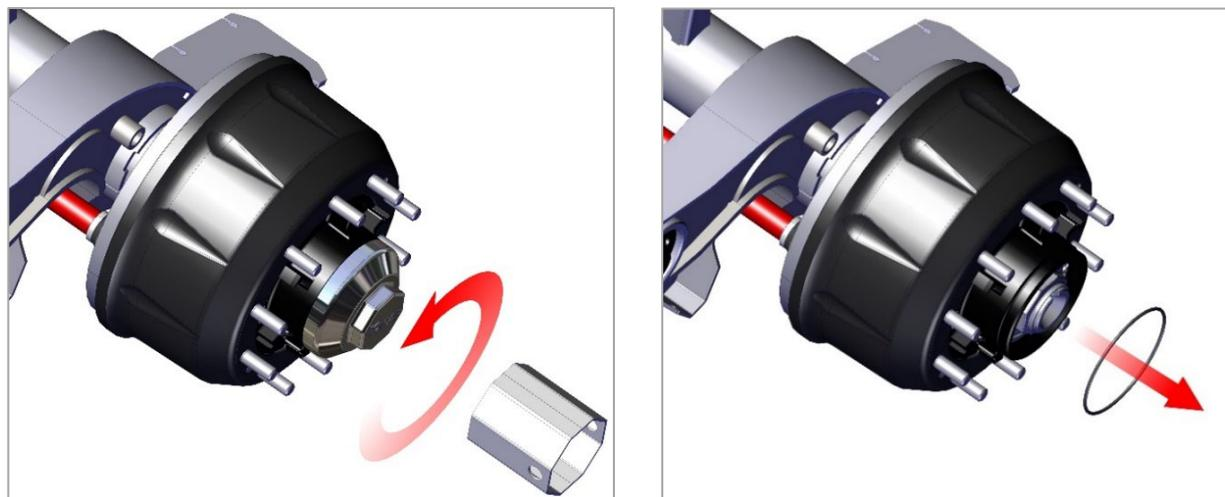

Рис. 10. Снятие крышки ступицы
1) Отверните специальным ключом крышку ступицы, убедитесь, что резиновое уплотнительное кольцо не повреждено (рис. 10).